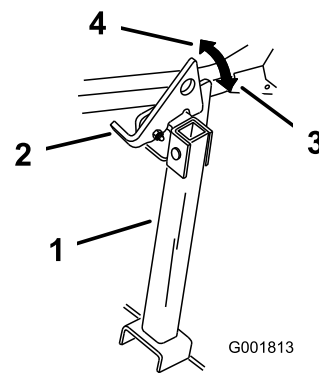

Figure 26
2. Relevez le verrou en position déverrouillée (Figure 26).